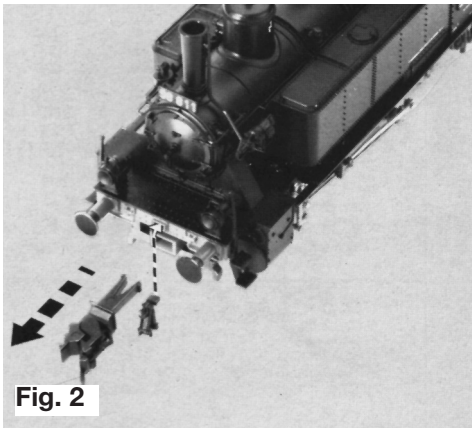

Fig. 2
2. Attrappen stikkes ind i slidsen. Fastgøres evt. med lidt lim (Fig. 2 og 3).
2. Innestare le imitazioni nelle apposite rientranze. Eventualmente fissarle con un po' di adesivo (fig. 2 e 3).
Eventuell mit etwas Klebstoff befestigen (Fig. 2 und 3).
2. Insert the alternative coupling gear. Secure in position with plastic glue (fig. 2 and 3).
2. Introduire à leur place les attelages fictifs. Eventuellement les fixer au moyen d'une goutte de colle (fig. 2 et 3).
De automatische **FLEISCHMANN PROFI**-koppelingen kunnen vervangen worden door de bijgevoegde imitatiekoppelingen. Daartoe dient men de **FLEISCHMANN PROFI**-koppeling te verwijderen en de imitatiekoppeling in de daarvoor bestemde uitsparing te monteren. Bij de bevestiging kan eventueel iets lijm worden gebruikt (fig. 2 en 3).